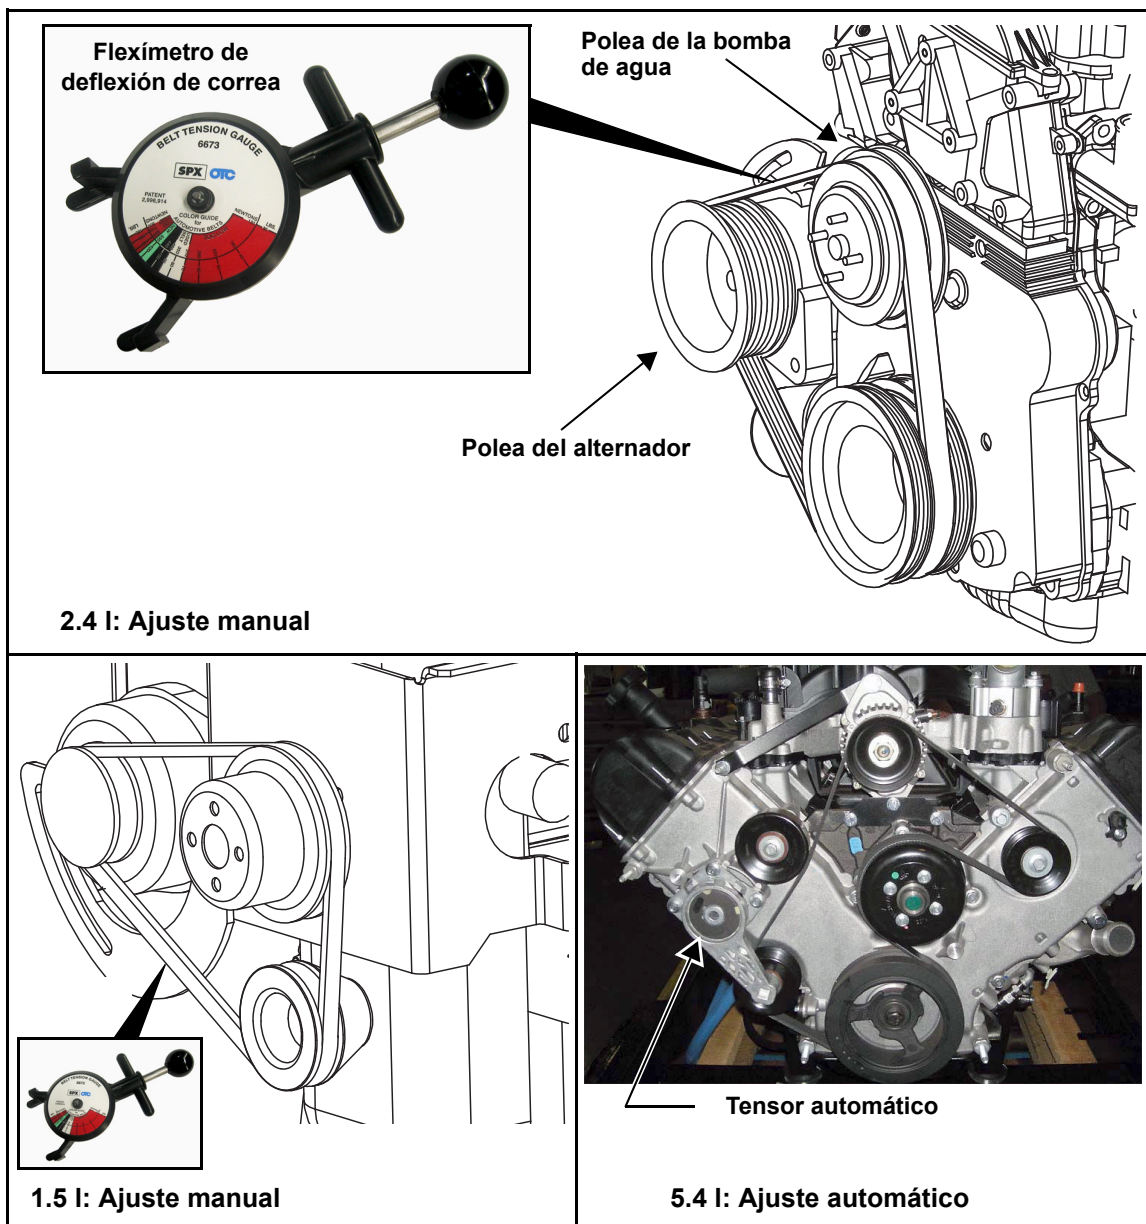

Figura 5-12. Comprobación de la deflexión de la correa de transmisión de accesorios
- Usando un flexímetro adecuado, aplique 22 lb (10 kgf) de fuerza en el punto medio entre la bomba de agua y las poleas del alternador. Vea la Figura 5-12